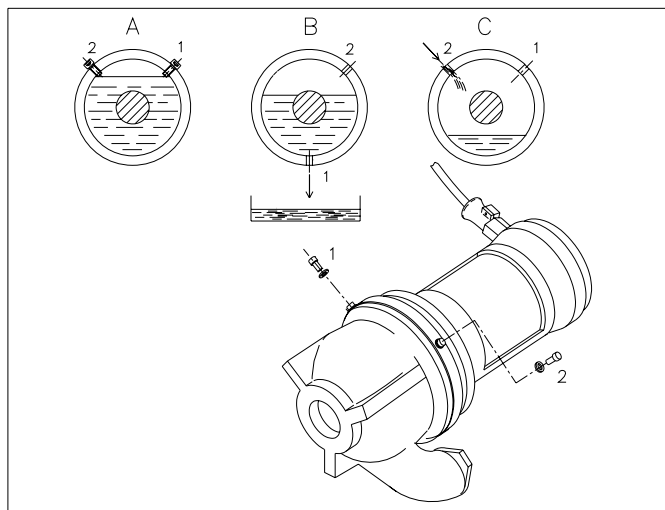

Fig. 7.7
Plaats de pomp horizontaal met de aftapplug (1) in de onderste stand (fig.7.7. positie B).
Draai de pomp terug in de oorspronkelijke positie (fig 7.7. positie C).
Vul het oliereservoir met nieuwe olie, tot het olieniveau zich juist onder het vulgat bevindt (fig 7.7. positie A).